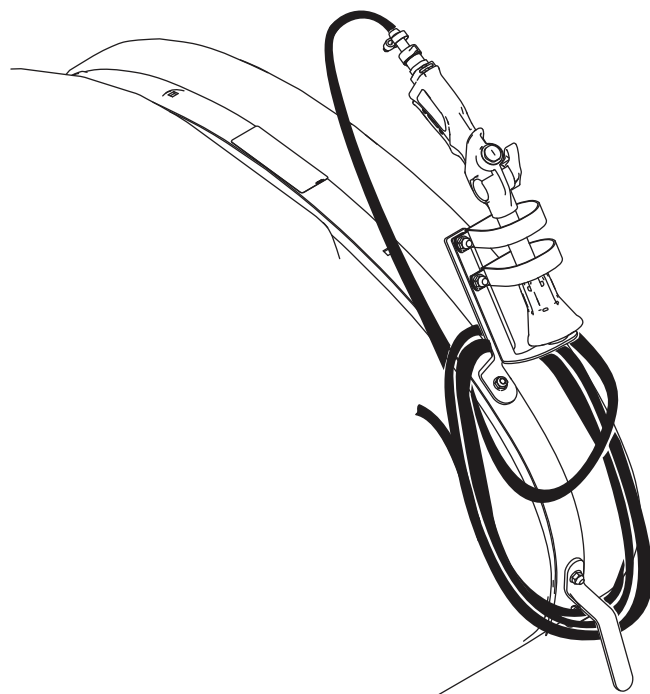

図 13
5. ホースをタンクのフックに巻きつけてガンを固定し、図 13 に示すように、ガンブラケットにガンをセットする。